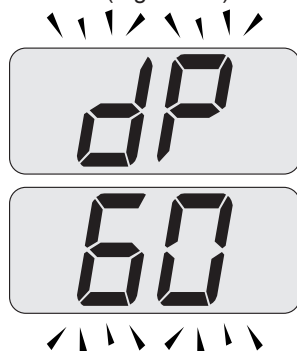

Figura 7.6
- Premere 3 volte il tasto 17 fino a far apparire sul display LCD le lettere **dP** (spazzacamino attivo in massimo sanitario) che si alternano con il valore di temperatura dell'acqua di riscaldamento (es. **60**), indicanti l'entrata nell'attivazione della "funzione spazzacamino" alla potenza massima in sanitario (Figura 7.6).